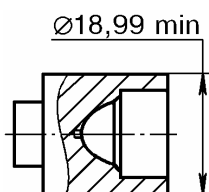

Рис. 11.
4.2.3 Поршень 2101-1602548 толкателя, рис. 11.